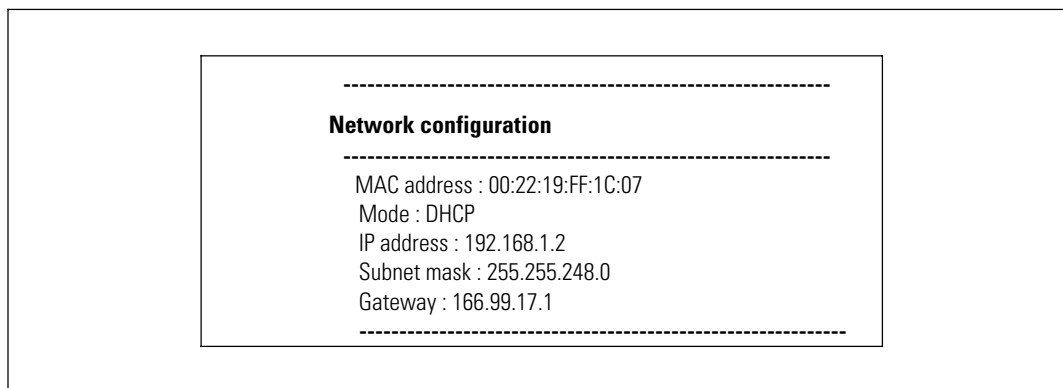

图 10. 网络配置菜单
- 2 键入 1 并按下 **Enter**。卡会显示服务器提供的设置（请参阅图 10）。